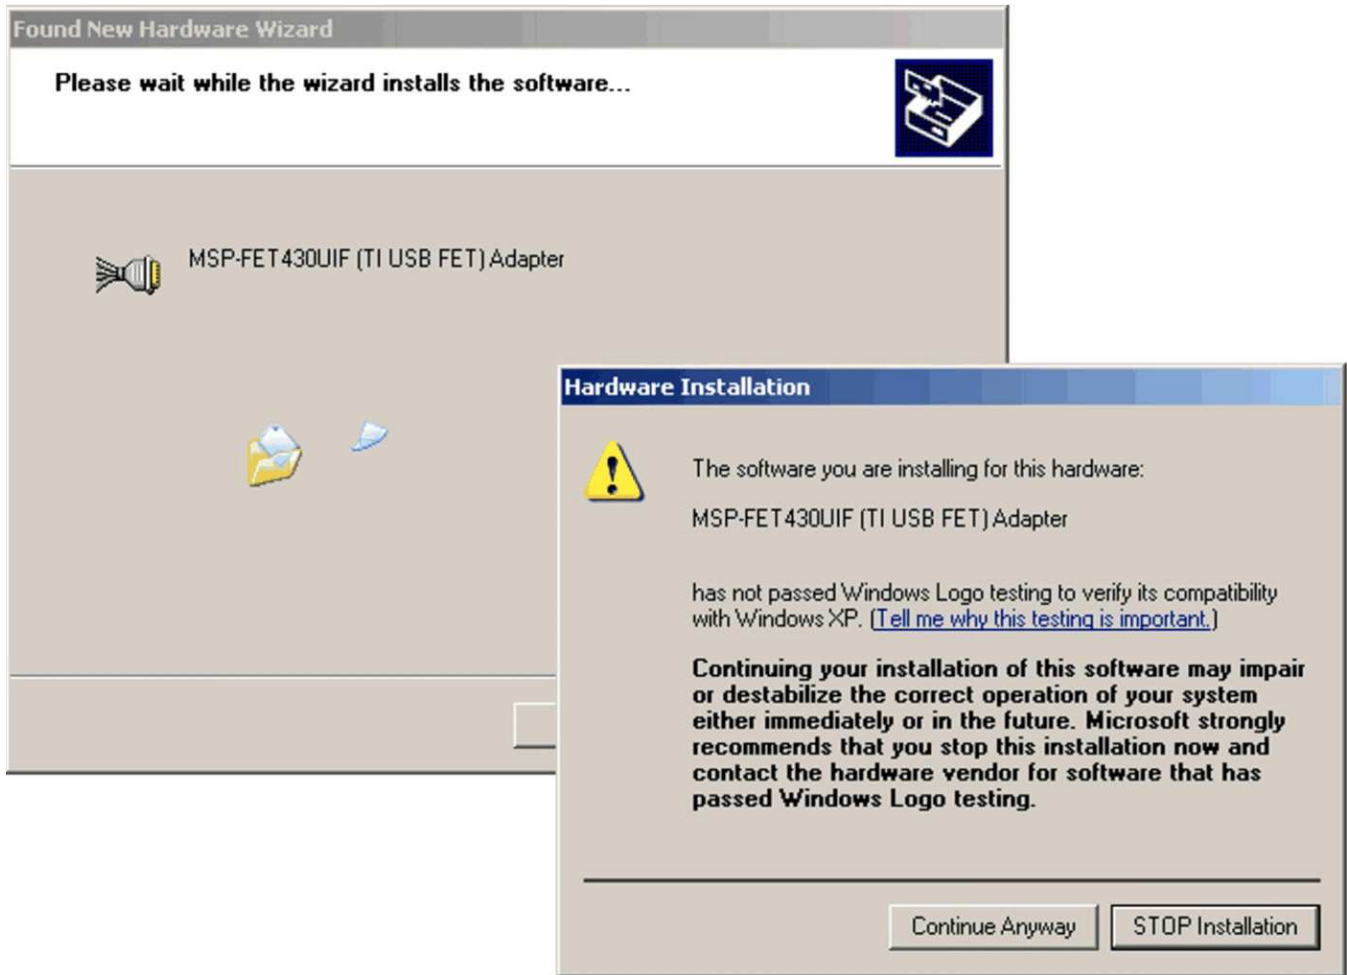

图 C-4. Windows XP 驱动程序安装
8. 请注意，如果驱动程序未经微软 (Microsoft) 认证，则 Windows 有可能显示一个警告。忽略此警告并点击“仍然继续”（见图 C-4）。